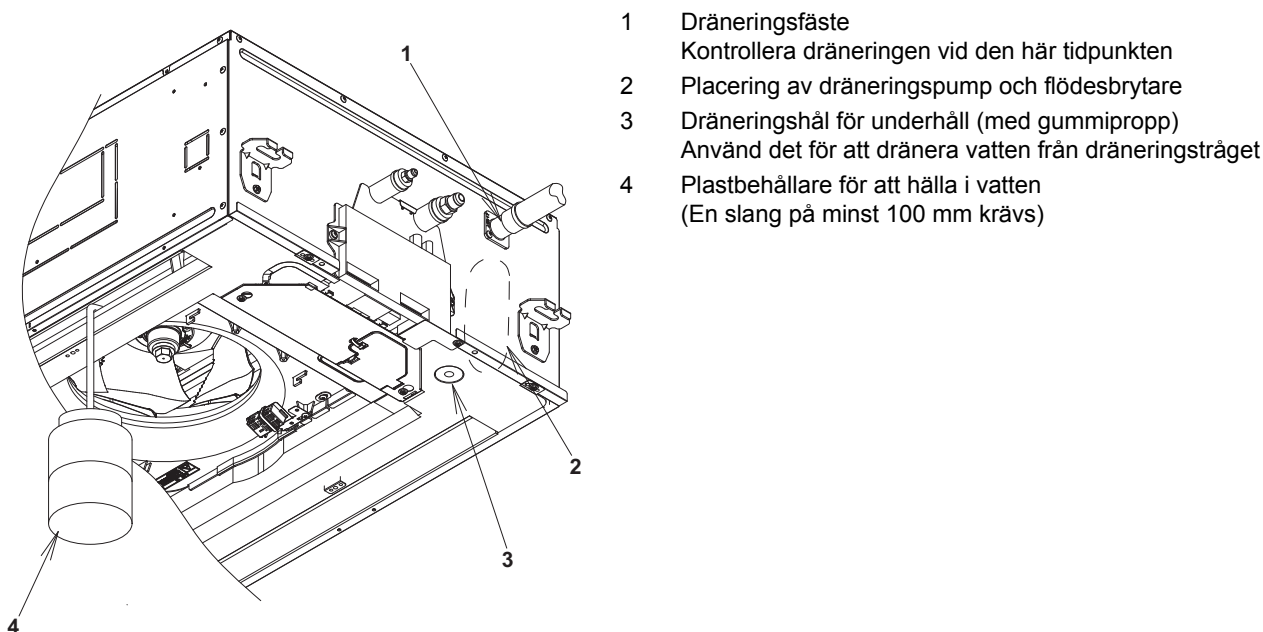

Bild 15
- Häll 1 liter vatten från luftutloppet i dräneringstråget och var försiktig så att du inte spiller på elektriska komponenter, som dräneringspumpen och bekräfta dräneringen genom att köra inomhusenheten i kylningsdrift enligt "**10. LOKAL INSTÄLLNING OCH TESTDRIFT**". (Se bild 15)
3. Häll 1 liter vatten från luftutloppet i dräneringstråget och var försiktig så att du inte spiller på elektriska komponenter, som dräneringspumpen. **(Se bild 15)**